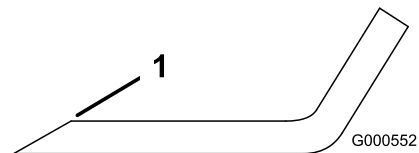

Figure 46
1. Au moyen d'une lime, aiguissez les tranchants aux deux extrémités de la lame (Figure 46).
Remarque: Si la lame est déséquilibrée, limez un peu l'extrémité de la partie relevée seulement (Figure 46).